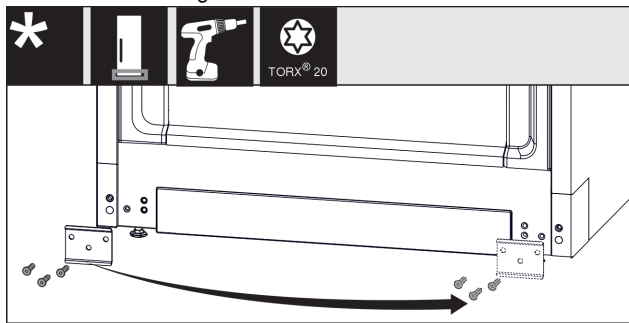

Fig. 19
- Dévisser la tôle Fig. 19 (1), la déplacer et la revisser de l'autre côté.